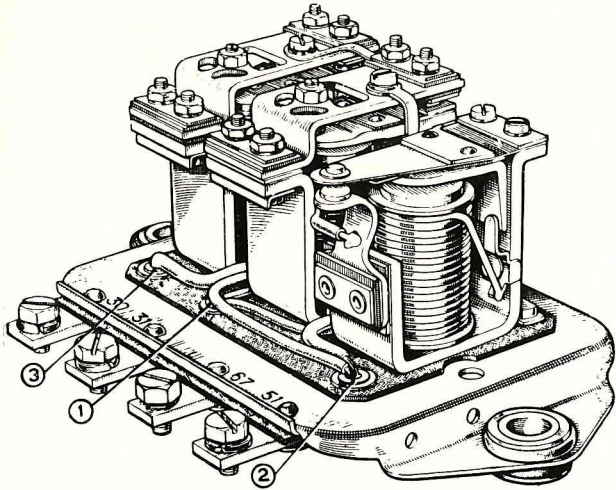

Fig. 226 - Gruppo di regolazione (fino al n. 088917) (visto dal lato interruttore di minima).
- Dissaldare l'estremità avvolgimento in serie dal tubetto (3, fig. 226) di fissaggio del morsetto 30;